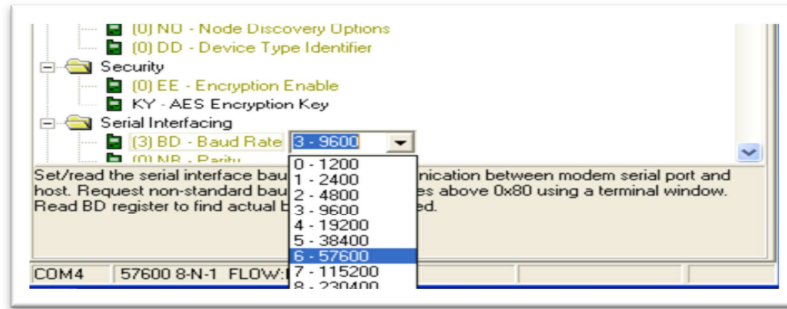

Figura 3.10 Valor del Baude Rate
5. En el parámetro Serial Interfacing a la opción Baude Rate. Los módulos Xbee Pro 900 tienen como valor predeterminado 9600bps, lo que debe cambiar para que coincida con la velocidad de serie de la APM de 57600 bps. Como se ve en la Figura 3.10.